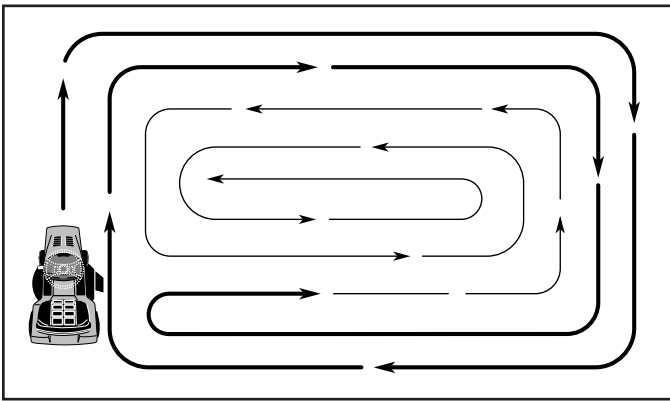

Fig. 27
- Al segar las áreas grandes, empiece girando a la derecha de modo que los recortes se descarguen, alejándose de los arbustos, cercos, entradas de automóviles, etc. Después de una o dos vueltas, siga en la dirección opuesta, haciendo virajes a la izquierda, hasta que termine (Vea Fig 27).